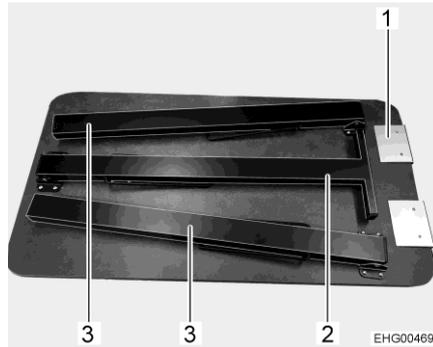

Fig. 12 Table (pieds de table rabattus)
- Accrocher la table par son côté court (Fig. 12,1) dans le rail du coin cuisine.
- Déplier le pied de table du milieu (Fig. 12,2).
- Déplier les 3 pieds de table (Fig. 12,2 et Fig. 12,3).